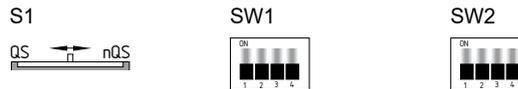

Fig. 4
Réglage du temps (voir Fig. 4 et 5)
- Les DIP switch se situent sous la face avant du module de sécurité (voir Fig. 4 et 5).
Réglage de l'interrupteur (voir Fig. 4)